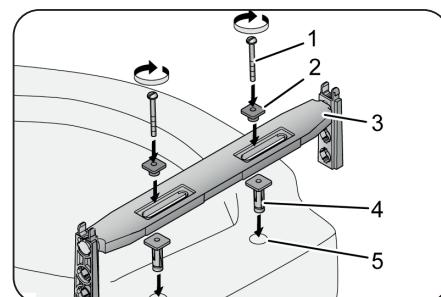

Abb. 6
1. Stecken Sie jeweils das Unterteil (4, Abb. 6) der beiden Dübel in die Bohrungen (5, Abb. 6) des Toilettentrichts.
2. Legen Sie die Auflagebrücke (3, Abb. 6) so auf den hinteren Rand des Toilettentrichts, dass die Dübel in der Führung auf der Unterseite der Auflagebrücke liegen.
4. Stecken Sie jeweils das Oberteil (2, Abb. 6) der beiden Dübel auf das Unterteil der Dübel. Das Oberteil muss dabei in der Führung der Auflagebrücke liegen.
5. Stecken Sie die Schrauben (1, Abb. 6) in die Dübel und drehen Sie sie im Uhrzeigersinn. Dabei werden die Dübel gespreizt. Ziehen Sie die Schrauben mit einem Anziehdrehmoment von 3 Nm fest.